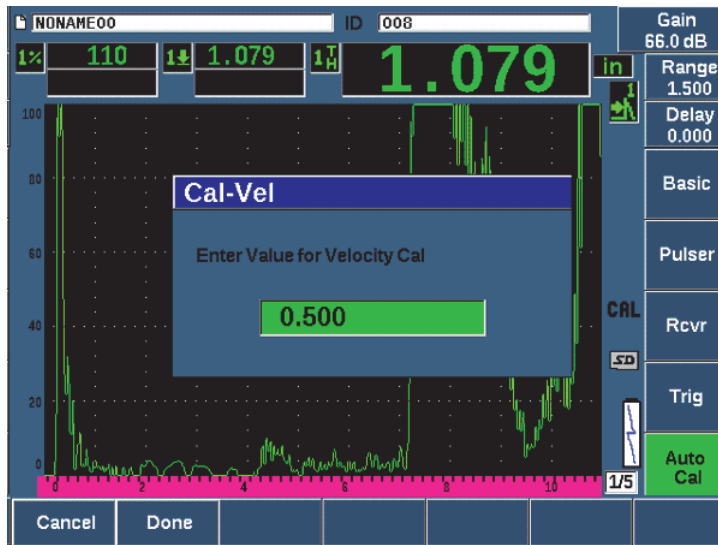

Figura 9-13 Introducción del valor de espesor de calibración de la velocidad
15. Ajuste el valor para que coincida con el espesor conocido del defecto controlado (12,7 mm [0,500 pulg] en este ejemplo); después, seleccione el botón **Done** para completar el proceso de calibración (vea la Figura 9-13 en la página 192).